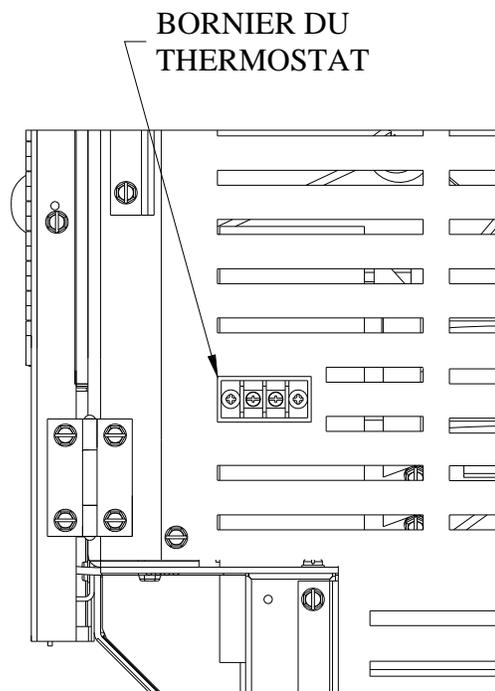

FIGURE 16
- Branchez les deux fils du thermostat au bornes situées sur le dos du poêle, vers le bas, à droite. Pour ce faire, il suffit de dévisser légèrement les deux vis et d'insérer les deux fils sur chaque borne. Re-serrez les deux vis (voir figure 16).